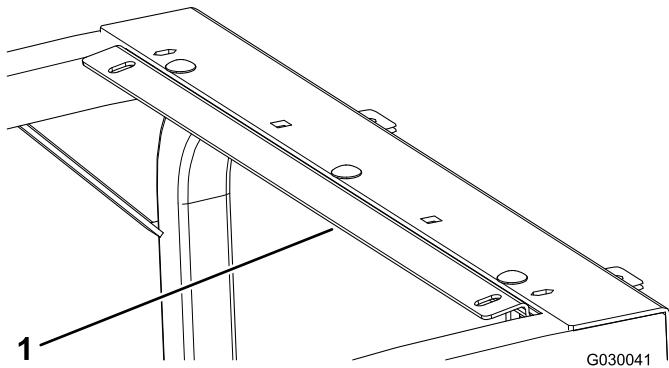

Рисунок 2
4. Расположите задний кронштейн таким образом, чтобы 3 имеющихся каретных болта попадали в 3 паза кронштейна (Рисунок 2).